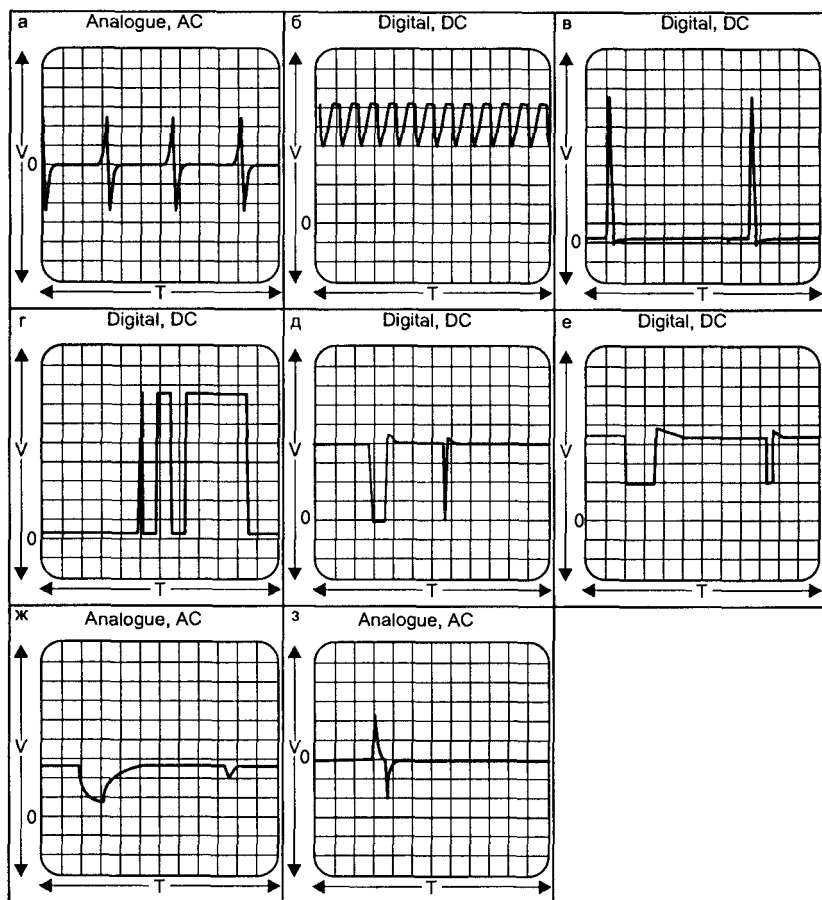
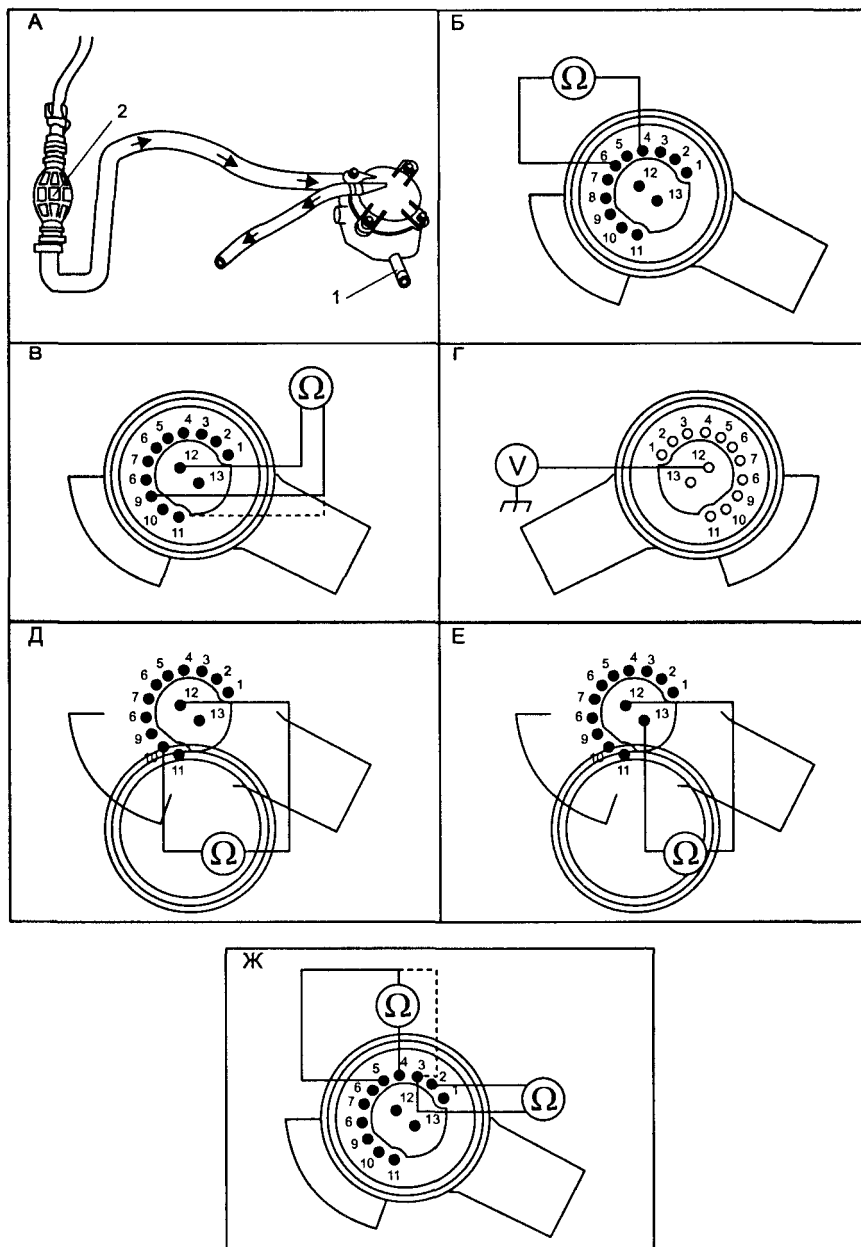

Рис. 1.3.5. Контрольные осциллограммы и разъем ECM «Lucas EPIC»
Рис. 1.3.7. Проверка компонентов топливной системы
На рис. 1.3.5 представлены контрольные осциллограммы ЕСМ «Lucas EPIC» и внешний вид разъема блока.
- проверяют закрытое состояние дренажного штуцера фильтра-отстойника 1 (рис. 1.3.7а);
- создав ручным насосом разрежение, удаляют воздух из системы до появления ощутимого сопротивления подкачке 2 (см. рис. 1.3.7а);
- отсоединяют 13-контактный разъем 2 (рис. 1.3.7б) ТНВД;
Регулятор FQA представляет собой 2-х клапанный электромагнитный исполнительный механизм, изменяющий положение плунжера-распределителя ТНВД от нуля до максимума цикловой подачи. Для управления регулятором используется ШИМ сигнал (контрольная осциллограмма показана на рис. 1.3.5в). Проверяют регулятор FQA в следующей последовательности:
- на отсоединенном разъеме ТНВД измеряют сопротивление обмоток регулятора между контактами 11—12 и 9—12 разъема, его величина должна быть в пределах 25...35 Ом (см. рис. 1.3.7в);
- включают зажигание, на контакте 12 разъема ТНВД должно быть напряжение 11...14 В (рис. 1.3.7г). Если этого нет, проверяют замок зажигания, предохранитель F7, главное реле питания A171, и соответствующие соединения.
грамму на рис. 1.3.5е и 1.3.5ж). Данные о сопротивлении обмотки IPRPS датчика представлены в табл. 1.3.4 (см. рис. 1.3.7ж).
- на отсоединенном разъеме ТНВД измеряют сопротивление обмоток регулятора между контактами 10 и 12 разъема, его величина должна быть в пределах 25...35 Ом (рис. 1.3.7д);
- включают зажигание, на контакте 12 разъема ТНВД должно быть 11...14 В (рис. 1.3.7г), если этого нет, проверяют замок зажигания, предохранитель F7, главное реле питания A171, и соответствующие соединения.
IPCRPS — это индуктивный датчик, механически связанный с кулачковой шайбой. При перемещении кулачковой шайбы меняется индуктивность и соответственно сигнал с датчика (см. контрольную осциллограмму на рис. 1.3.5д). Данные о сопротивлении обмотки датчика IPCRPS представлены в табл. 1.3.4 (рис. 1.3.7ж, контакты 2—3)).
- на отсоединенном разъеме ТНВД измеряют сопротивление обмоток регулятора между контактами 12 и 13 разъема, его величина должна быть в пределах 25...35 Ом (рис. 1.3.7е);
- включают зажигание, на контакте 12 разъема ТНВД должно быть 11...14 В (рис. 1.3.7г). Если этого нет, проверяют замок зажигания, предохранитель F7, главное реле питания A171 и соответствующие соединения.